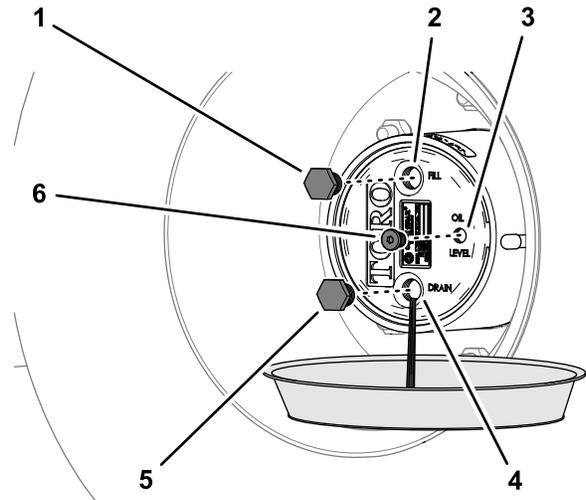

Figura 89
2. Coloque un recipiente debajo del buje del engranaje planetario, retire el tapón de vaciado, el tapón de llenado y el tapón de verificación y deje que se drene por completo el lubricante (Figura 89).